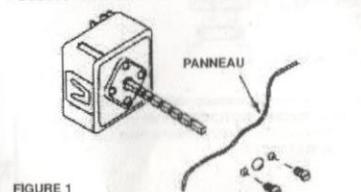
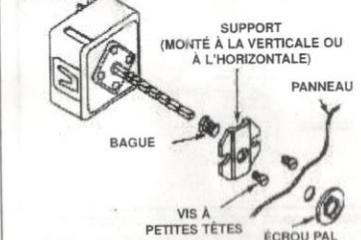
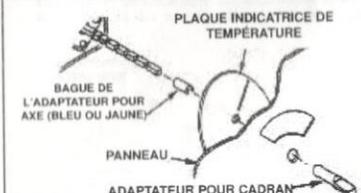

FIGURE 1
FIGURE 2
FIGURE 3
- Déterminez le type de montage, vis (Fig. 1) ou écrou (Fig. 2) et montez la commande en conséquence. Si la plaque indicatrice de température est utilisée, reportez-vous à la figure 3. **REMARQUE** : Le mot « TOP » est inscrit à l'arrière de la commande doit être installé vers le HAUT pour assurer une bonne calibration.